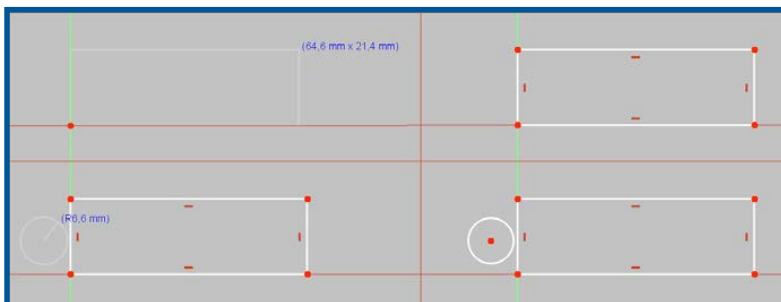

Abbildung 11.46: Rechteck und Kreis skizzieren.
- 1 Starten Sie die Funktion *Rechteck* mit dem obersten Symbol aus einem Abrollmenü des Werkzeugkastens *Skizzengeometrien*. Damit wird ein Rechteck durch Eingabe der diagonalen Eckpunkte erstellt. Das Rechteck soll 65 mm x 20 mm groß werden. Klicken Sie den ersten Punkt am Schnittpunkt der Achslinien an. Bei der Eingabe des zweiten Eckpunktes sehen Sie die Maße mitlaufen. Klicken Sie dann den Punkt rechts über dem ersten Punkt an, in etwa bei den genannten Maßen. Verkünsteln Sie sich nicht, nur ungefähr. Das genaue Maß legen Sie nachher fest (siehe Abbildung 11.46 oben).
- 2 Wählen Sie jetzt die Funktion *Kreis*, ebenfalls mit dem obersten Symbol aus einem Abrollmenü des Werkzeugkastens *Skizzengeometrien*. Etwas links vom Rechteck zeichnen Sie einen Kreis durch Eingabe des Mittelpunkts und eines Punkts auf der Kreisfläche. Dabei soll der Radius ungefähr 6 mm sein (siehe Abbildung 11.46 unten).
- 3 In Abbildung 11.46 wurde die Kontur noch ungenau gezeichnet. Keine Angst, das kann leicht behoben werden. Zunächst wollen wir uns aber die seltsamen Symbole am Rechteck anschauen. *FreeCAD* hat automatisch *Sketcher-Randbedingungen* vergeben. Zwei Kanten des Rechtecks sollen immer waagrecht sein und die anderen senkrecht. Diese *Randbedingungen* werden in *FreeCAD* manchmal auch englisch als *Constraint* bezeichnet, in diesem Fall sind es die Constraints *Horizontal* und *Vertikal*. Sie sehen es auch daran, dass Sie einen Endpunkt mit gedrückter Maustaste beliebig verschieben können, aber die Endpunkte werden nicht auseinandergezogen, und es bleibt immer ein Rechteck, es wird nicht schiefwinklig. Im Kombifenster im Register *Aufgaben* sehen Sie jetzt die Constraints, die das Programm automatisch vergeben hat.